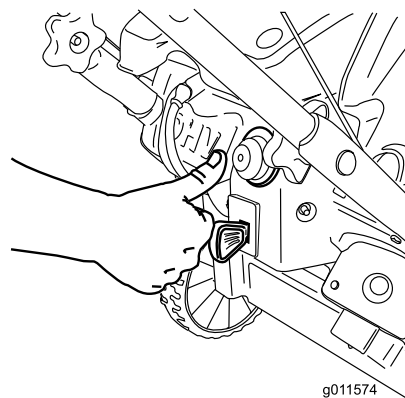

Bild 17
- Drücken Sie die Kaltstarthilfe zweimal kräftig mit dem Daumen, halten Sie die Kaltstarthilfe jeweils für eine Sekunde gedrückt (Bild 17).